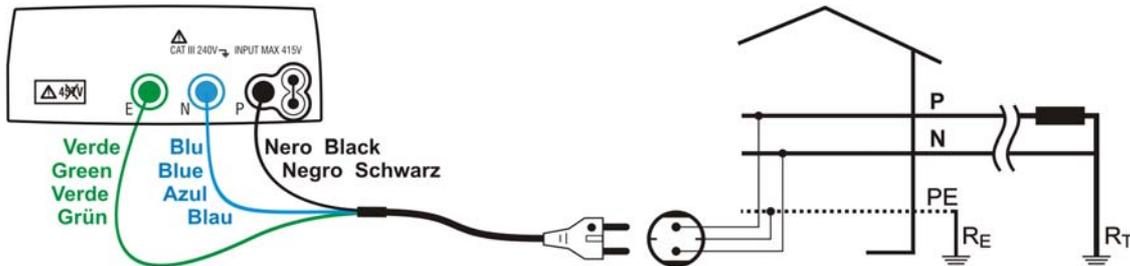
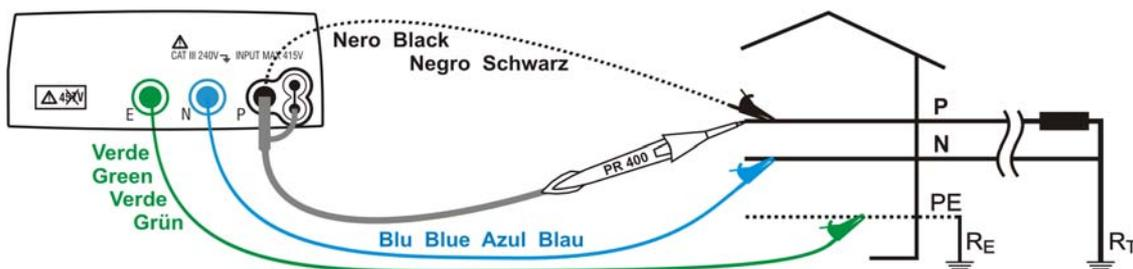
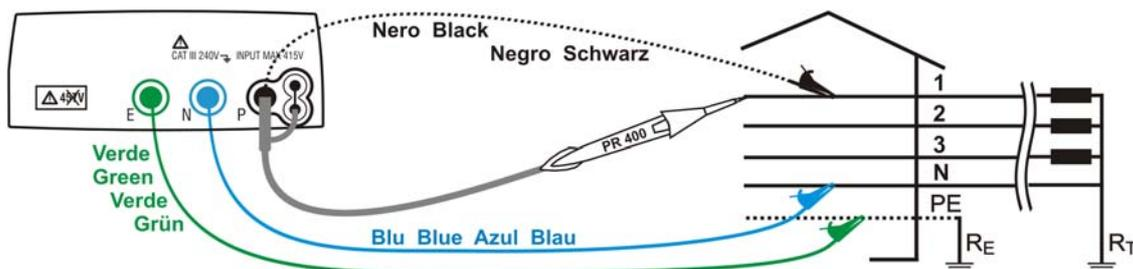

Fig. 18: Misurazione della resistenza globale di terra in impianti monofase o bifase 230V tramite spina shuko
Fig. 19: Misurazione della resistenza globale di terra in impianti monofase o bifase 230V tramite cavi singoli e puntale remoto
Fig. 20: Misurazione della resistenza globale di terra in impianti trifase 400V + N + PE tramite cavi singoli e puntale remoto
4. Inserire i connettori verde, blu e nero del cavo shuko a tre terminali nei corrispondenti terminali di ingresso dello strumento E, N, P. In alternativa utilizzare i cavi singoli ed inserire all'estremità dei cavi rimasta libera i corrispondenti coccodrilli. Eventualmente utilizzare il puntale remoto inserendone il connettore multipolare nel terminale di ingresso P. Connettere la spina shuko, i coccodrilli od il puntale remoto alla rete elettrica in accordo alle Fig. 18, Fig. 19, Fig. 20 e Fig. 21.